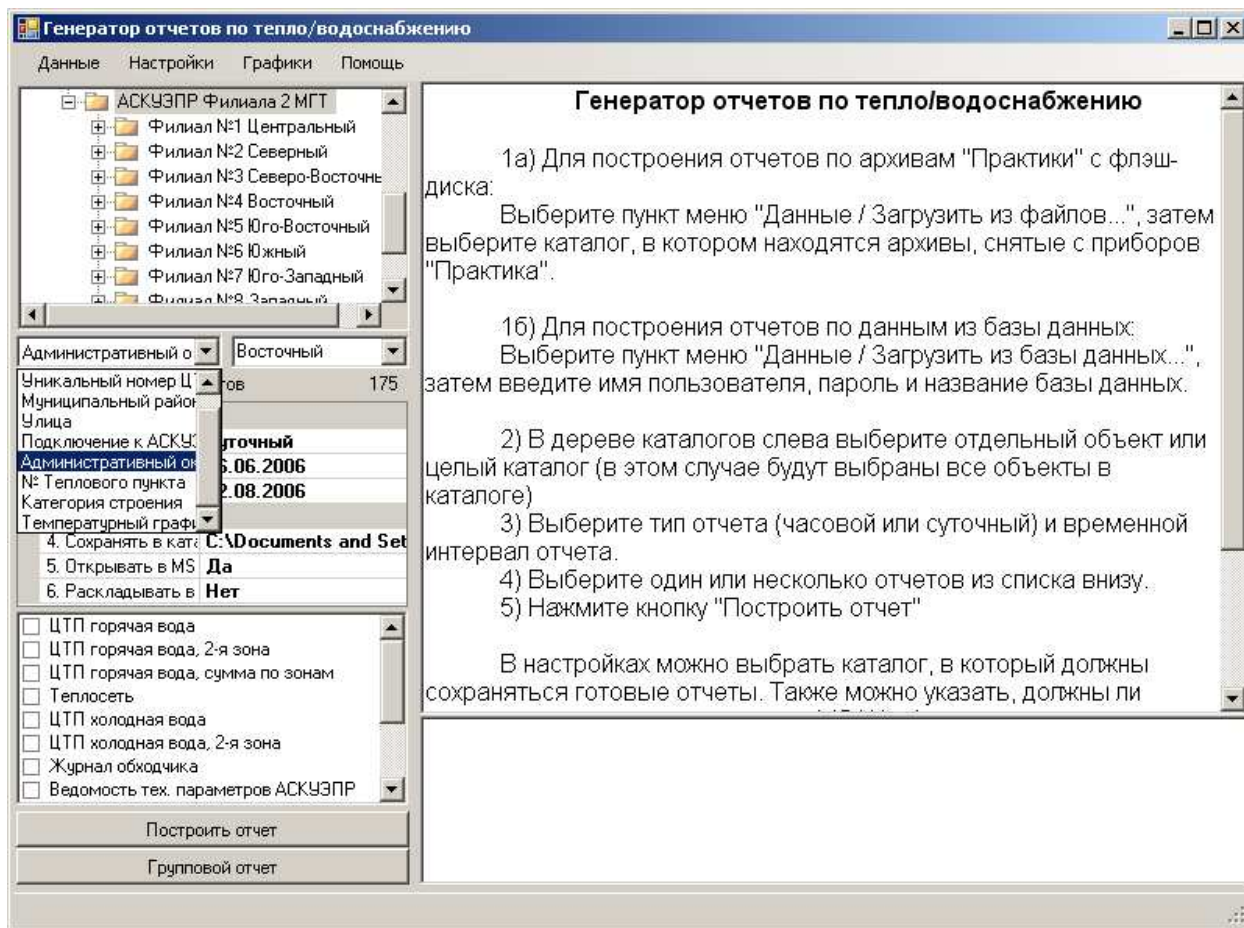

Рисунок 9
5.4. При работе с базой данных доступна дополнительная функция фильтрации объектов по некоторому критерию. Для этого используются два поля ввода с выпадающим списком, расположенные под деревом объектов. В первом списке указывается название свойства объекта, по которому должна происходить фильтрация, а во втором – значение этого свойства. Например, чтобы в дереве отображались только объекты восточного округа, нужно выбрать в первом списке пункт “Административный округ”, а во втором – пункт “Восточный” (см. рис. 9). Чтобы снова отобразить все объекты, нужно выбрать в первом списке пункт “<нет фильтра>”.